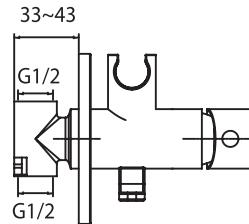

Рис. 3 / 3 сур.
- Необходимо смонтировать смеситель*, подключив к нему трубы системы водоснабжения, и закрепить его к стене, подобрав его положение в нише таким образом, чтобы глубина установки не превышала 33-43 мм, как на рис.3